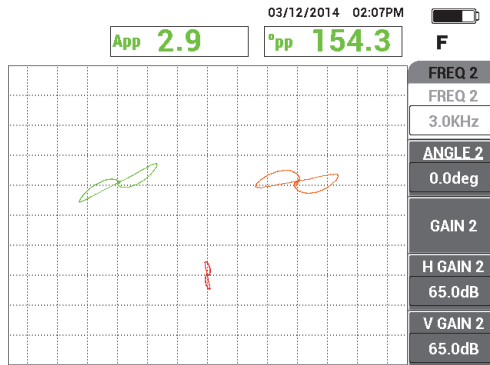

図 5-135 スルーウォールホールのスキャン
2. 最も小さいスルーウォールホールをゆっくりスキャンし、必要に応じて消去フットスイッチを押して画面を消去します。NORTEC 600 画面でホールの信号が表示されたら、フリーズキー（❄）を押します。225 ページの図 5-135 を参照してください。